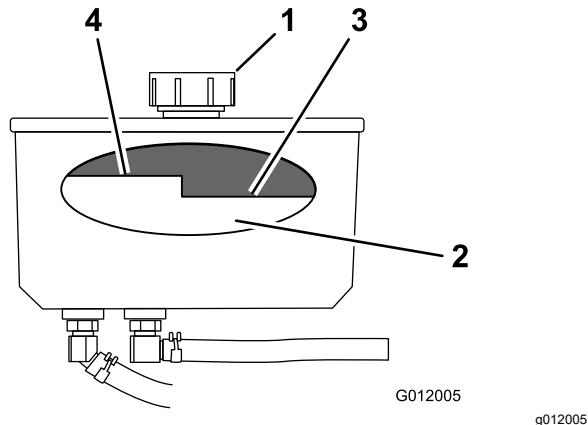

Figure 71
- Nettoyez la surface autour du bouchon et du goulot de remplissage du réservoir hydraulique (Figure 71).
- Enlevez le bouchon du goulot de remplissage (Figure 71).